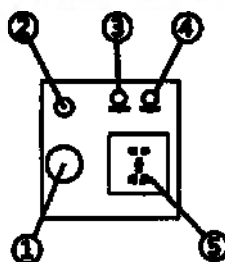

Рисунок 2
Точка монтажа канализационных коммуникаций определяется площадью в 250 мм на 250 мм и глубиной 100 мм. (рисунок 2)
- (4) Все стыки трубопроводов установлены в 250 мм, ширина 250 мм. Глубина установочного жлоба 100 мм (рисунок 2).